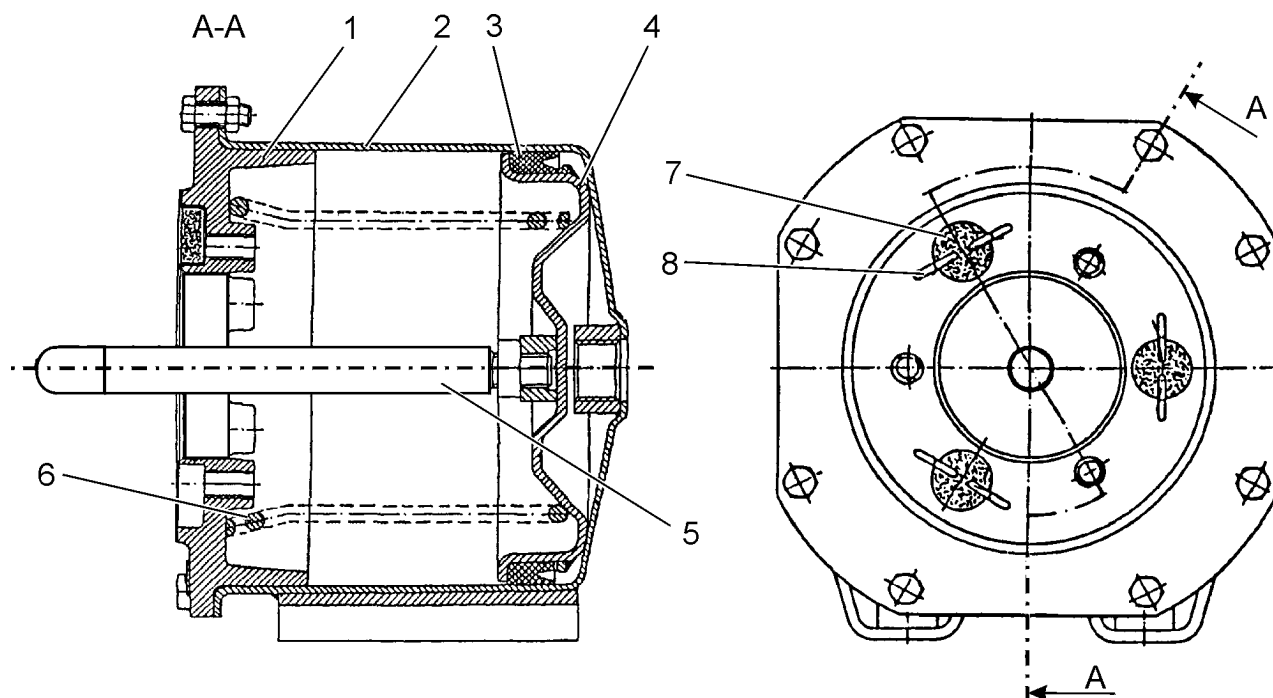
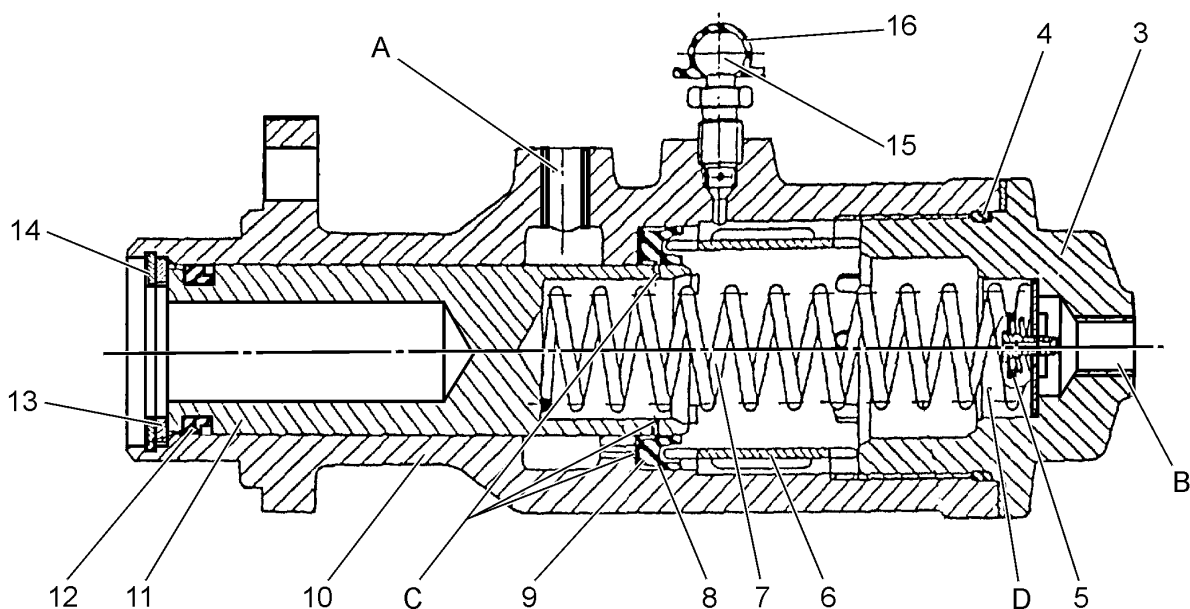

Рис. 4.12. Пневмоусилитель рабочего тормоза
Рис. 4.14. Главный тормозной гидроцилиндр (разрез)
При торможении пневмоусилитель под воздействием давления воздуха, нажимающего на поршень (4, Рис. 4.12.), через шток (5) действует на главный тормозной гидроцилиндр, который в конечном итоге приводит в действие рабочий тормоз машины. После завершения торможения пружина (6) возвращает поршень (4) в исходное положение.
Перед началом разборки, предварительно снятый с машины пневмоусилитель необходимо очистить от грязи, от пыли и др. Разборку следует производить в нижеуказанном порядке (использовать наименование и номера позиций деталей, приведенные на Рис. 4.12.):
1. Из крышки (1) вынуть прокладки (8) с ситечками (7). Отогнуть ограждения прокладок и вынуть ситечки.
2. Равномерно открутить (так как внутри пневмоусилителя находится пружина в сжатом состоянии) болты, соединяющие цилиндр (2) с крышкой (1).
3. Снять крышку (1) и вынуть пружину (6).
4. Вынуть поршень (4) с штоком (5) и с уплотнительным кольцом (3).
5. При необходимости приоткрыть (ослабить) контргайку и выкрутить шток (5) из поршня (4).
6. Снять с поршня (4) уплотнительное кольцо (3).
29. ДЕФЕКТОВКА ДЕТАЛЕЙ (Рис. 4.12)
30. СБОРКА (Рис. 4.12)
Наименования деталей и номера их позиций указаны согласно Рис. 4.12.
Погрузчик оснащен двумя главными тормозными гидроцилиндрами: один из них встроен в гидравлический контур привода тормозов передних колес, а другой – в гидравлический контур привода тормозов задних колес. Главные тормозные гидроцилиндры закреплены в сборе с пневмоусилителями внутри задней рамы с правой стороны. Главный тормозной гидроцилиндр приводится в действие пневмоусилителем и в момент торможения подает тормозную жидкость под давлением около 10,5 [МПа] в рабочие цилиндры в суппортах (головках) рабочего тормоза. Главный тормозной гидроцилиндр состоит из корпуса (10, Рис. 4.14.) внутри которого размещается шток (11), который стопорится стопорным кольцом (14), с которым непосредственно стыкуется установочное кольцо (13). С другой стороны штока (11) установлены пружина (7), втулка (6) и уплотнительное кольцо (8). В концевой части гидроцилиндра ввернут наконечник (3), уплотняемый уплотнительным кольцом (4) и имеющий выходное отверстие «В» для выхода тормозной жидкости. В верхней части корпуса имеется игольчатый клапан (15) для удаления воздуха и входное отверстие «А», служащее для подачи тормозной жидкости из бачка. Корпус (10) и шток (11) имеют питающие отверстия «С», которые служат для восполнения тормозной жидкости в полости «D».
34. ПРОВЕРКА И РЕМОНТ (Рис. 4.14)
Главный тормозной гидроцилиндр устанавливается на машину в сборе с пневмоусилителем. При установке гидроцилиндра очень важно сохранение требуемого зазора между торцом штока пневмоусилителя (5, Рис. 4.12.) и между штоком (11, Рис. 4.14.) главного тормозного гидроцилиндра. Этот зазор должен быть равен 0.4 ± 1.2 [мм]. Регулировка этого зазора осуществляется вкручиванием или выкручиванием штока пневмоусилителя (5, рис. 4.12.).